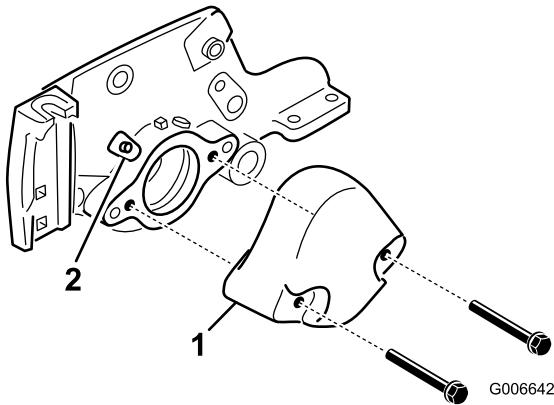

Bild 3
- Nehmen Sie die zwei Schrauben ab, mit denen das Gegengewicht links hinten an der Schneideinheit befestigt ist. Nehmen Sie das Gegengewicht ab (**Bild 3**).
- Nehmen Sie die geraden Schmiernippel aus dem Lagergehäuse und ersetzen Sie diese durch rechtwinklige Nippel (**Bild 3**). Positionieren Sie den Nippel so, dass er zur Oberseite der Schneideinheit zeigt.